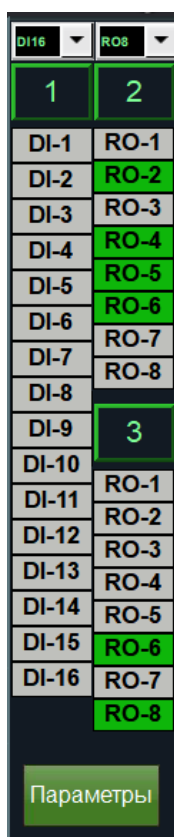

Рисунок 100 – Окно состояний RO(DO) и DI
Данная область предназначена для непосредственной настройки модулей расширения дискретных входов/выходов DI, RO(DO) и отображения состояний каналов модулей ввода/вывода (рисунок 100). Зелёный индикатор соответствует логической “1”, серый индикатор логическому “0”. При нажатии на область значений каналов модуля RO(DO), происходит отключение всех каналов данного модуля.